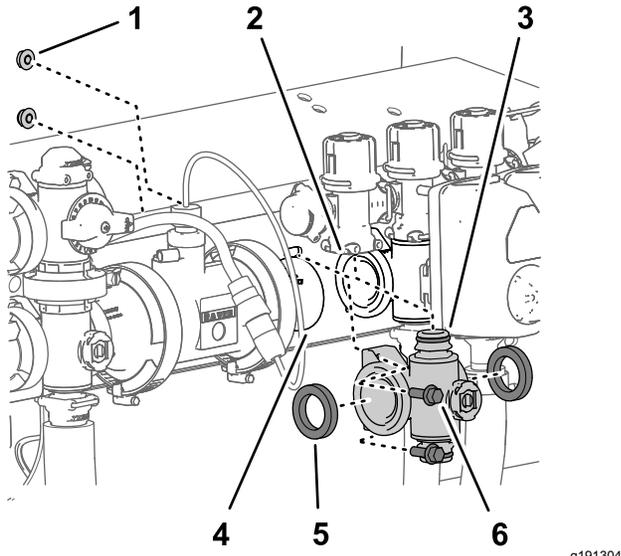

Figura 112
4. Para os coletores da válvula da secção esquerdo ou direito, retire os dois parafusos de cabeça flangeada ( $\frac{1}{4}$  pol. x  $\frac{3}{4}$  pol.) e as duas porcas de bloqueio flangeadas ( $\frac{1}{4}$  pol.) que prendem o coletor da válvula de secção ao suporte da válvula (Figura 112).
5. Mova o coletor da válvula de secção e as juntas para baixo para haver espaço para a válvula de distribuição da secção e depois afastando da máquina (Figura 112).